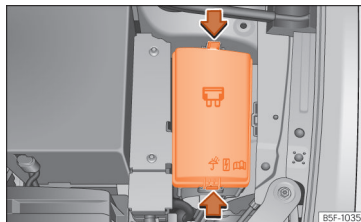

Fig. 201 No compartimento do motor: tampa da caixa de fusíveis.
- Pressione as patilhas de bloqueio para desbloquear a tampa da caixa de fusíveis » » » Fig. 201.